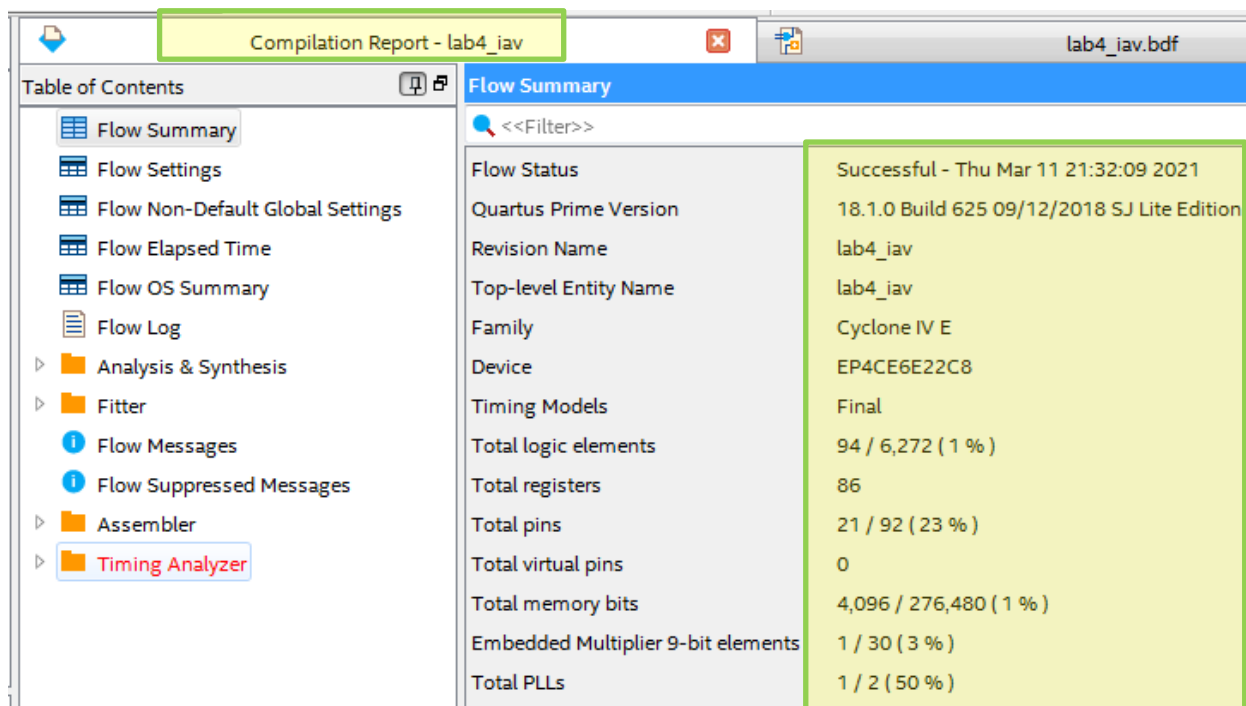

Рис. 56 Окно **Compilation Report** с результатами полной компиляции
**Processing->Start Compilation**. Запустится компиляция, результаты которой можно наблюдать в окне **Compilation Report** (рис. 56). В окне отображаются основные параметры проекта и затраченные на его реализацию ресурсы микросхемы (количество логических элементов и использованных в них триггеров, количество выводов микросхемы, количество встроенных блоков памяти, умножителей и PLL). Обратите внимание, что в данном проекте используются, кроме логических ячеек, один встроенный блок памяти, один умножитель частоты (PLL) и один умножитель